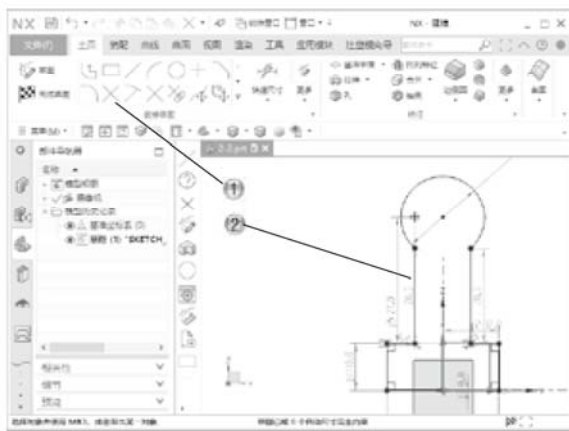

图 2-57
- ① 单击【主页】选项卡中的【快速修剪】按钮，如图 2-57 所示。
- ② 在绘图区中，修剪圆形和矩形。